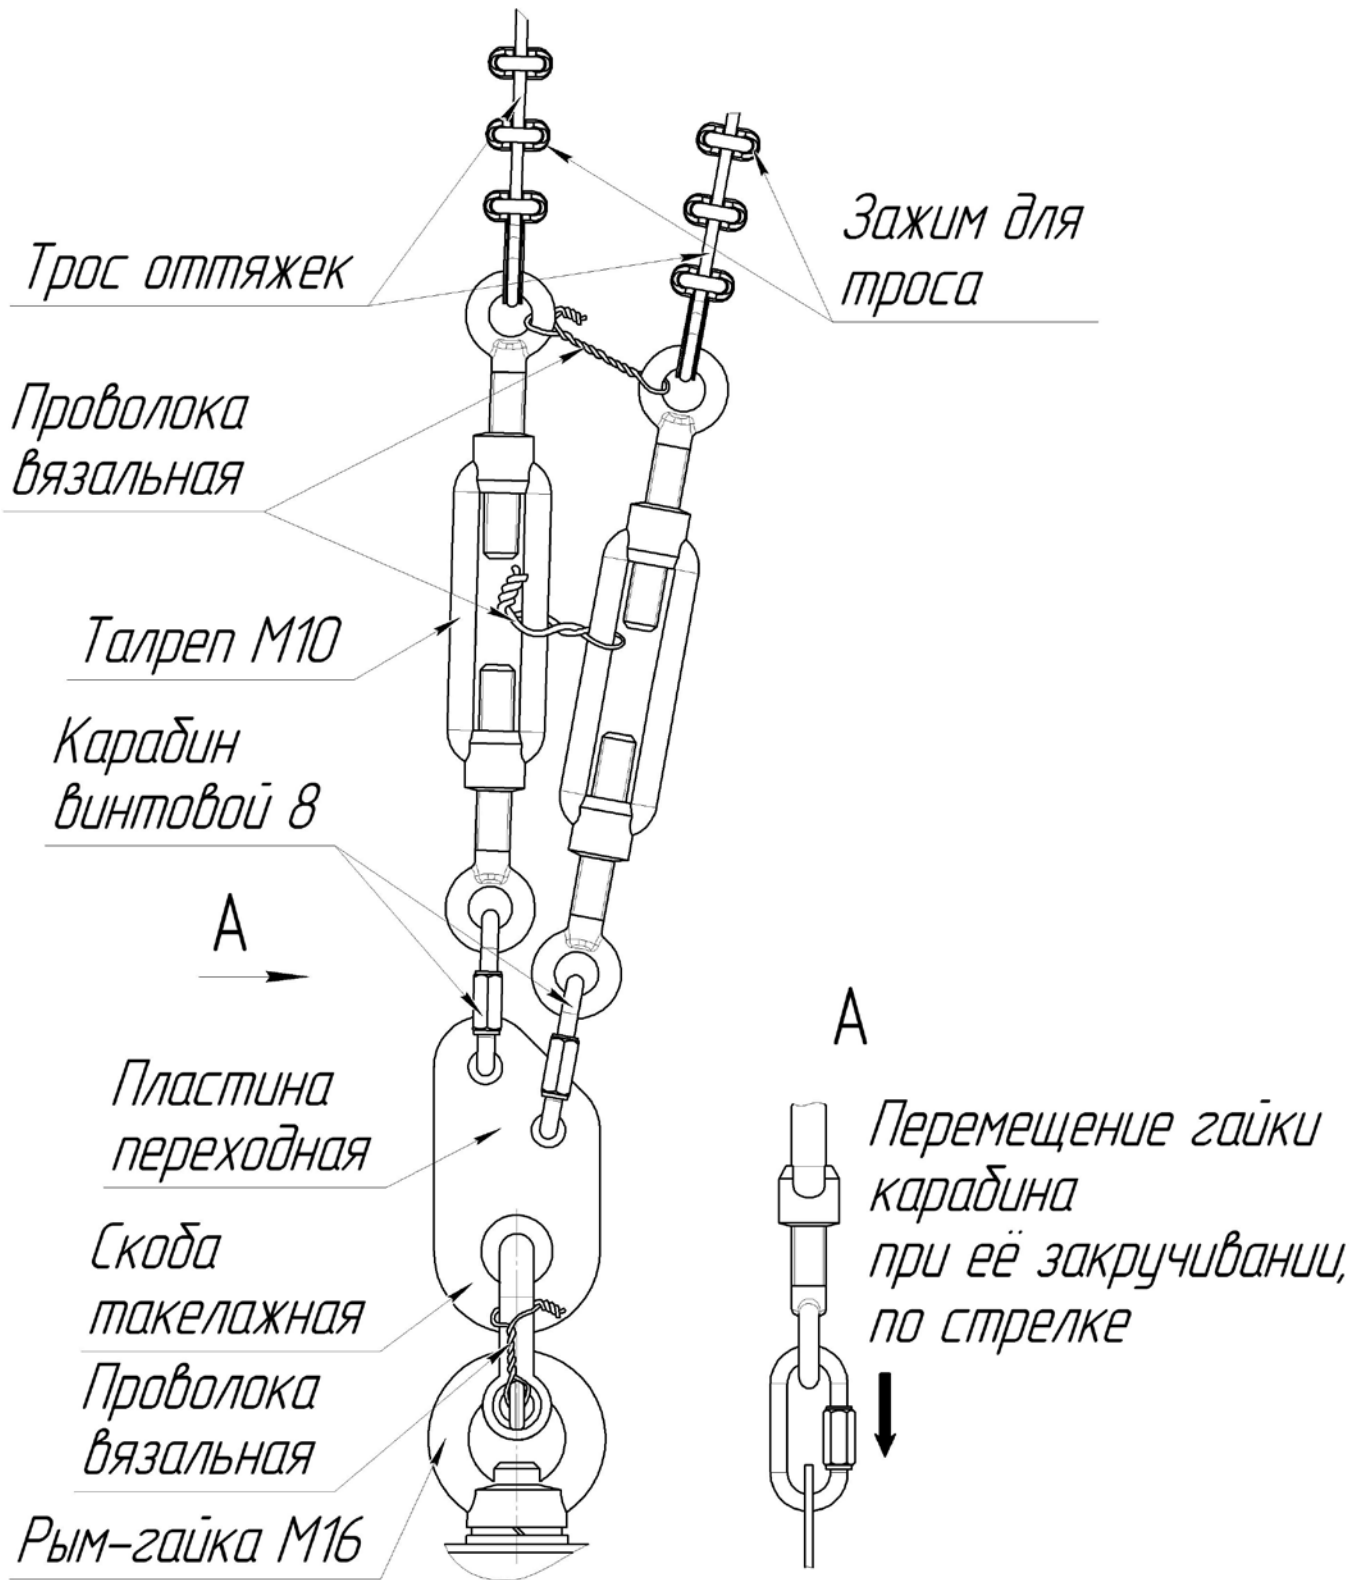

Рисунок 8 – Крепление оттяжек
6.1.17 Раскрутить талрепы, расположенные на оттяжках, увеличив их длину до максимальной. Закрепить два талрепа одного сектора за пластину переходную с помощью винтовых карабинов (рисунок 8).
6.1.20 Зафиксировать мачту натяжением тросов оттяжек с помощью талрепов, мачту установить без заломов, строго вертикально по оси (рисунок 1), (рисунок 8).
6.1.21 Зафиксировать талрепы с помощью вязальной проволоки (рисунок 8). Допускается использовать как цельный кусок проволоки, так и обрезки.